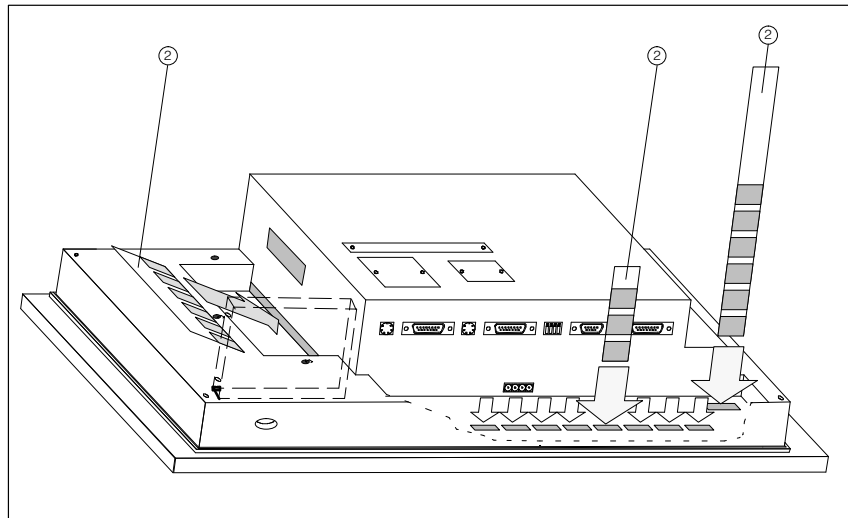

Bild 2-5 Beschriftungsstreifen einschieben
- Schieben Sie die Streifen ② mit der Beschriftung nach unten in die Schlitz der Frontplatte ein (siehe Bild 2-5).